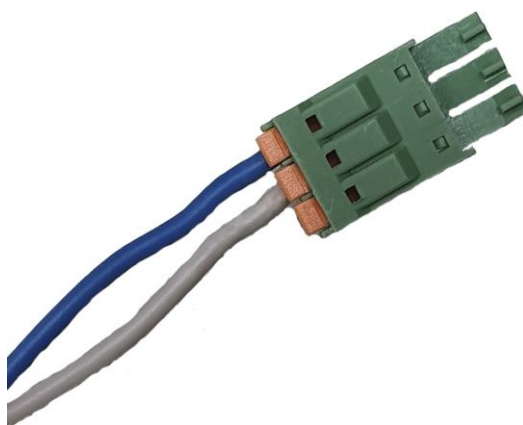

Рис. 25
- 1) Монтаж кабеля питания осуществляется в разъем, примерный вид Рис. 25